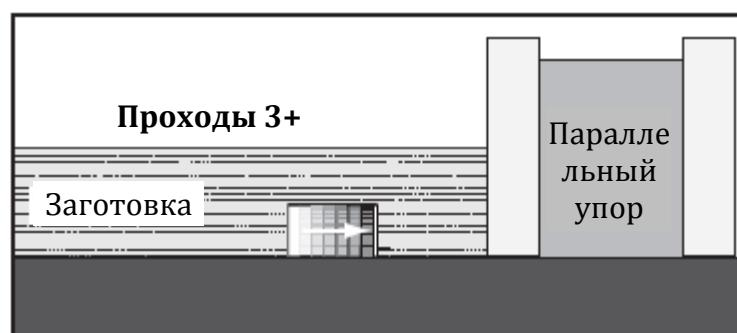

Рис. 50. Дополнительные резы однодисковой пилой
8. Выполнить дополнительные проходы (см. рис. 50) по центру паза для снятия требуемого материала. Паз завершён, когда он полностью очищен.